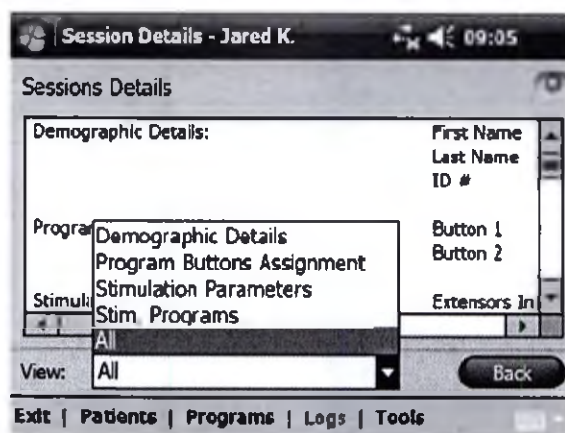

Рис. 8-35 Окно подробностей сеанса
4. Откроется окно деталей сеансов, показывающее сохраненные подробности сеанса. См. Рисунок 8-35.